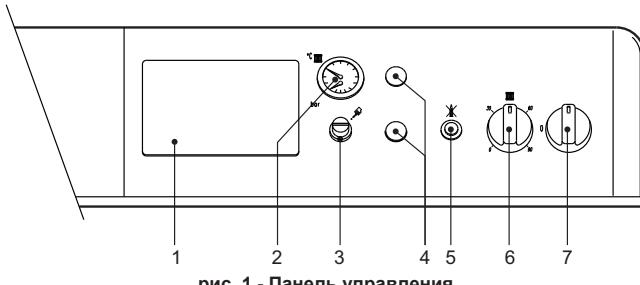

рис. 1 - Панель управления
- Переведите выключатель котла "7" в положение 1 (рис. 1).
Повернув рукоятку 6 на рис. 1 по часовой стрелке, температура воды в системе отопления повышается и наоборот. Температуру воды в системе отопления можно регулировать в пределах от 30° до 90°. Однако не рекомендуется эксплуатировать котел при температуре ниже 45°.
Задайте с помощью терmostата температуры воздуха в помещении нужную температуру внутри помещения. При поступлении команды от комнатного терmostата котел включается, обеспечивая нагревание воды в системе отопления до температуры, заданной регулирующим терmostатом 6 di рис. 1. При достижении в помещении желаемой температуры котел выключается.